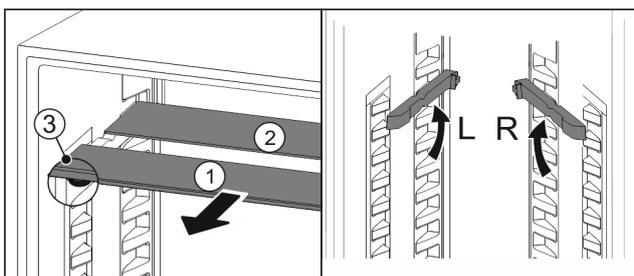

Fig. 84
- ▶ Sortir les tablettes par l'avant Fig. 84 (1).
- ▷ La tablette en verre Fig. 84 (1) avec bordure décorative est située à l'avant.
- ▷ Les butées Fig. 84 (3) sont orientées vers le bas.